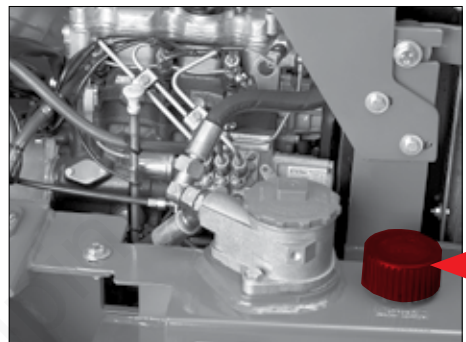
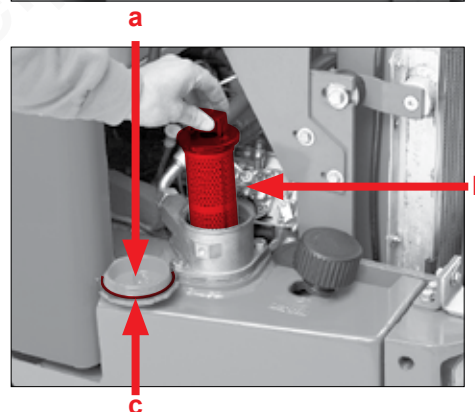

Fig. 114
Fig. 118
Ventilationsfilteret sidder på den hydrauliske olietank pos. 1 (Fig. 114). Det sørger for ventilation og udluftning af den hydrauliske tank ved svingende hydraulisk oliestand. Ventilationsfilteret indeholder et filterelement, som forhindrer støv og snavs i at trænge ind samt oliestænk i at trænge ud. I ventilationsfilteret sidder der en ventil, som holder tanktrykket på ca. 0,5 bar. Dette tryk slipper ud, hvis den hydrauliske oliestuds åbnes!
4. Åbn studsens til påfyldning af hydraulisk olie pos. 1 (Fig. 114), så trykket kan slippe ud af tanken.
11. Luk oliestudsens pos. 1 (Fig. 114)!
- ▶ Åbn forsigtigt studsene til påfyldning af hydraulisk olie pos. 1 (Fig. 114), så trykket kan slippe ud af tanken.
1. Åbn studsene til påfyldning af hydraulisk olie pos. 1 (Fig. 114).
5. Luk studsene til påfyldning af hydraulisk olie pos. 1 (Fig. 114).
1. Tag filterindsatsen pos. b (Fig. 118) ud.
5. Fyld hydraulisk olie i oliestudsens pos. 1 (Fig. 114), indtil oliestanden har nået markeringen „maksimum“.
- ▶ Udskift filterelementet til returfilteret pos. b (Fig. 118) ved eftersynene.
- ▶ Udskift filterelementet til returfilteret pos. b (Fig. 118) ved eftersynene eller mellem eftersynsintervallerne, hvis kontrollampen for returfilteret i instrumentbrættet lyser pos. 16 (Fig. 14)! Efter montering af et nyt filterelement må kontrollampen på instrumentbrættet ikke lyse længere!
- ▶ Tøm trykket ud af den hydrauliske olietank ved at åbne påfyldningsstudsens til hydraulisk olie pos. 1 (Fig. 114), før dækslet til filterhuset pos. a (Fig. 118) skrues af! Ellers presses der olie ud af filterhuset, som kan komme i miljøet.
5. Skru dækslet til filterhuset pos. a af (Fig. 118).
6. Tag filterelementet pos. b (Fig. 118) ud.
8. Kontrollér tætningen pos. c (Fig. 118). Udskift tætningen, hvis den er i stykker.
9. Skru dækslet til filterhuset pos. a på (Fig. 118).
10. Luk studsene til påfyldning af hydraulisk olie pos. 1 (Fig. 114).